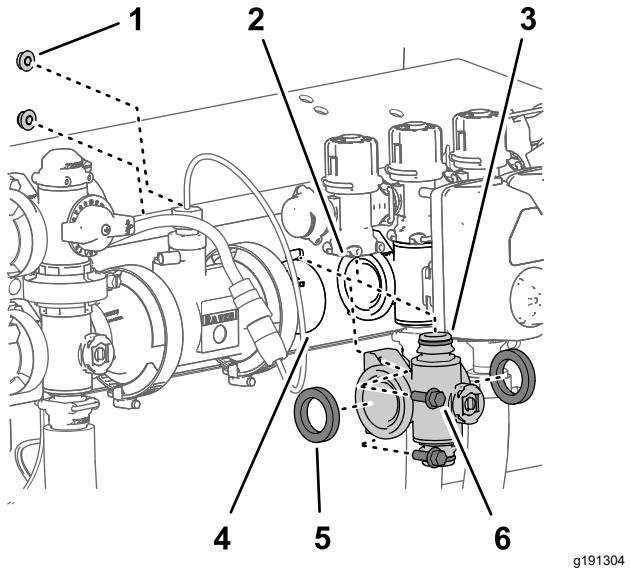
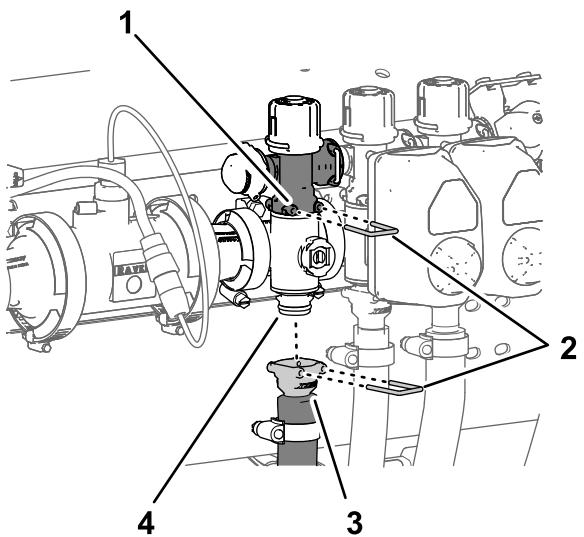

Bild 132
Bild 133
- Fluchten Sie die zwei Dichtungen, die Sie in Entfernen des Abschnittverteilvertis \(Seite 95\) entfernt haben, mit den Flanschen des Abschnittventilverteilers aus (Bild 132).
- Fluchten Sie den Flansch des Abschnittventilverteilers zwischen den Flanschen der anderen Abschnittventile und/oder dem Kupplungsadapter aus (Bild 132).
- Befestigen Sie das Schnellkupplungsanschlussstück des Abschnittventilverteilers mit einem Schnellkupplungsstift am Schnellkupplungsunterteil des Abschnittsicherheitsventils (Bild 132 und Bild 133).
Entfernen des Abschnittverteilerventils \(Seite 95\) entfernt haben, an der Ventilstütze (Bild 132).
8. Befestigen Sie die Schnellkupplung des Abschnittschlauchs mit dem Schnellkupplungsstift am Schnellkupplungsanschlussstück des Abschnittventilverteilers (Bild 133).